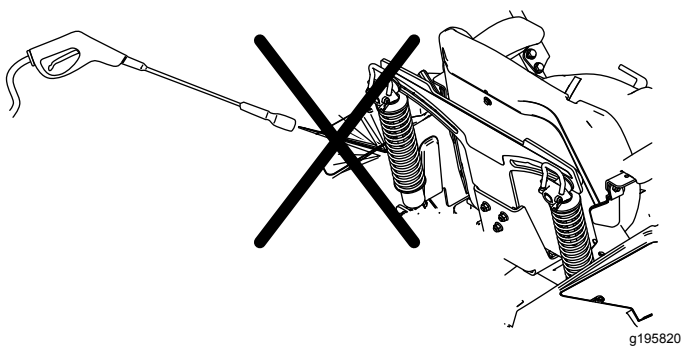

Figura 105
**Nota:** No limpie los conjuntos de choque con agua a presión (Figura 105).